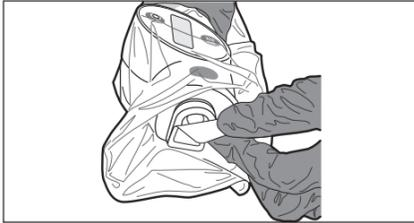

Bild 9. Ta bort etiketten
9. När det är dags att föra in katetern som är kompatibel med MDUS PLUS-drivenheten tar man bort etiketten från frontplattan och kassar den på lämpligt sätt (bild 9).